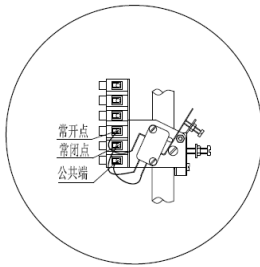

图5-1
2. 按接线图接线，请注意高报、低报开关动作相反，一定要根据接线图（见图5）连接到正确的端子上。对于SPDT形式，高报接一对常开点-公共端（见图5-1），低报接一对常闭点-公共端